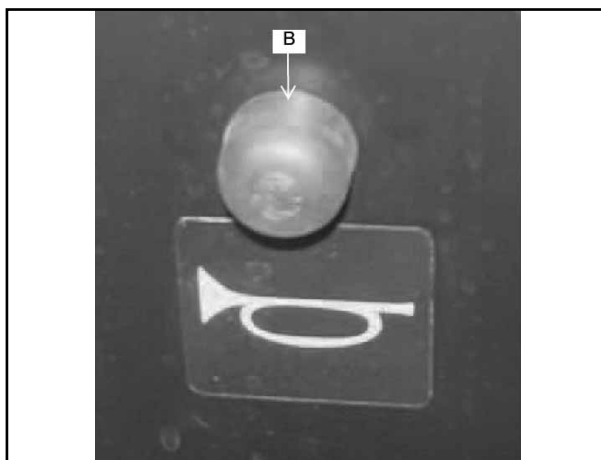

FIGURA 29
El botón del claxon (B) está situado en el panel de instrumentos, como se muestra en la figura 29. El botón del claxon siempre está activo. Presione el botón del claxon para hacer sonar el claxon.